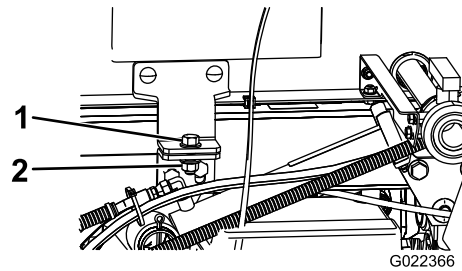

Bild 98
5. Entfernen Sie die Sicherungsschrauben vorne am Gestell (Bild 98).